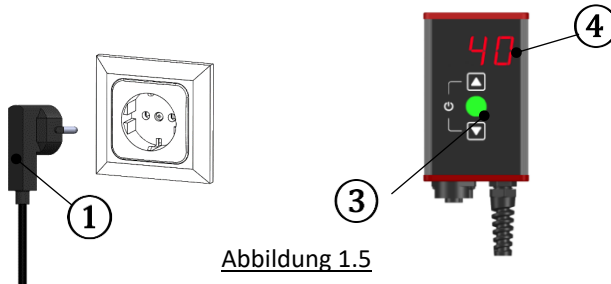

Abbildung 1.5
6.5 Inbetriebnahme (Abbildung 1.5)